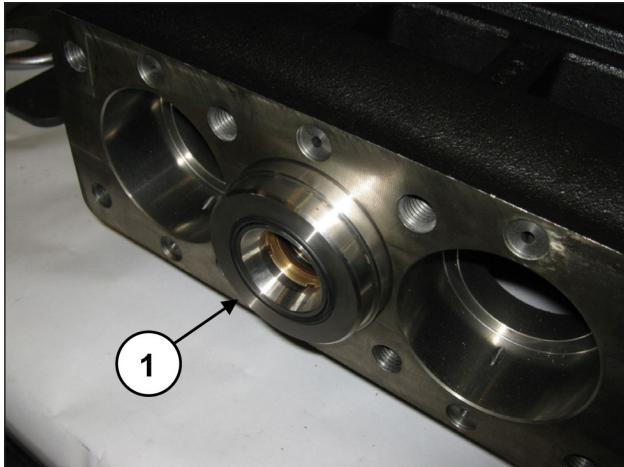

Fig. 171
tourner l'arbre pour faire avancer le guide de piston de sorte que le tampon, en avançant à son tour, puisse chasser le support des joints et le groupe piston complet (rep. ①, Fig. 171).